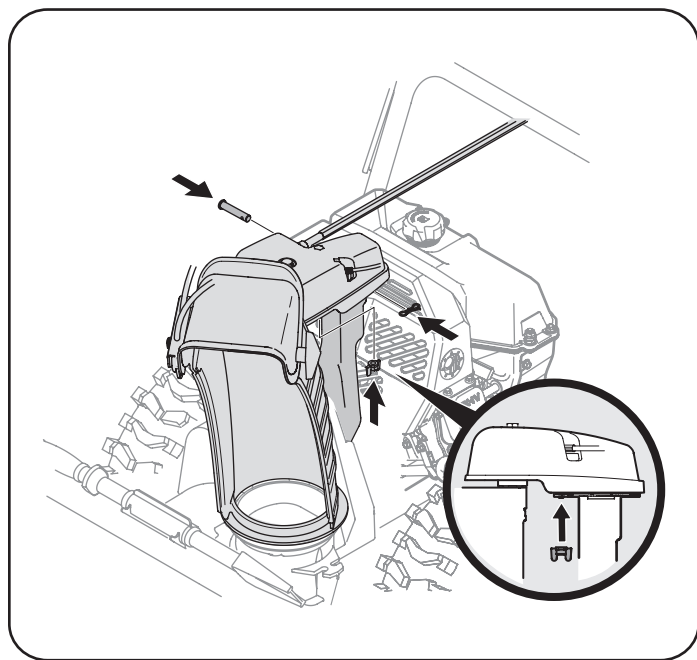

Figura 11
9. Termine asegurando el cabezal de control del canal a la ménsula de soporte del canal con la tuerca de mariposa y el pasador de horquilla y el pasador de chaveta con unión curva retirados en el Paso 2. Vea la Figura 11.